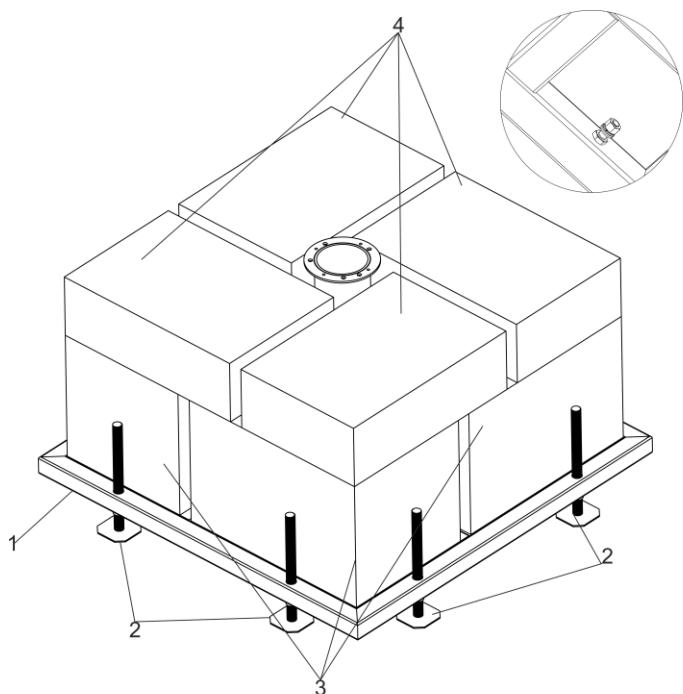

Рисунок 2.
- Основание установить на аутригеры. Предварительно сognать регулировочную гайку до упора. Присоединить заземляющий трос к болту заземления (рис. 2);